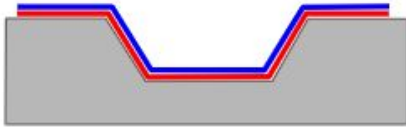

Abbildung 8
- Nachdem die Folie gemäß den oben erläuterten Schritten verklebt wird, ist es wichtig, Material und Oberfläche vor einem Schnitt oder einer Überlappung abkühlen zu lassen. *Abbildung 8*